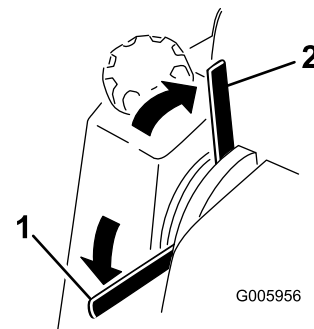

Bild 17
1. Stellen Sie den Feststellbremshebel auf Ein“ (Bild 17).